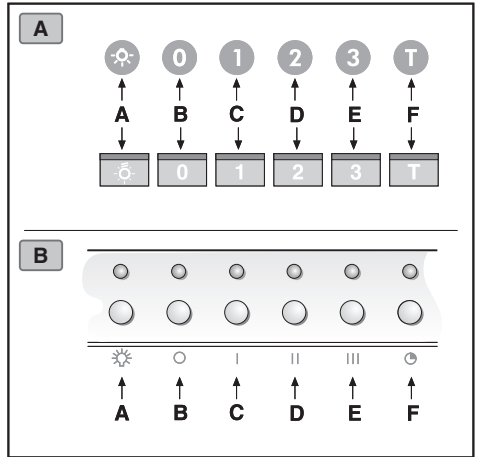

Fig.12
- **Comandi luminosi (Fig.12.A.B.)** la simbologia è di seguito riportata: